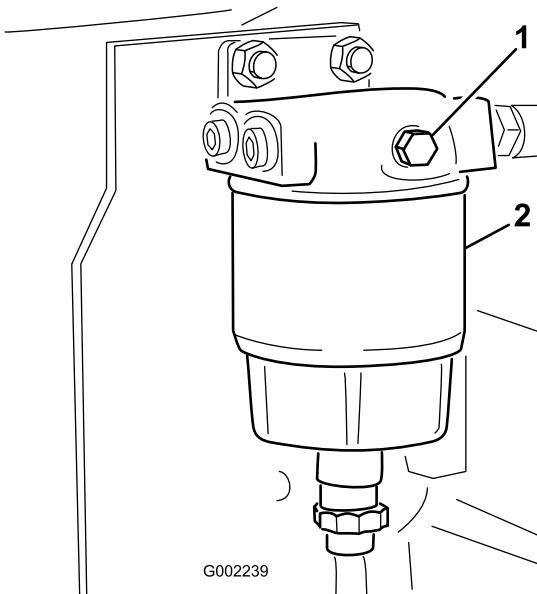

図 43
3. 燃料タンクのキャップの周囲をきれいに拭く（図 43）。